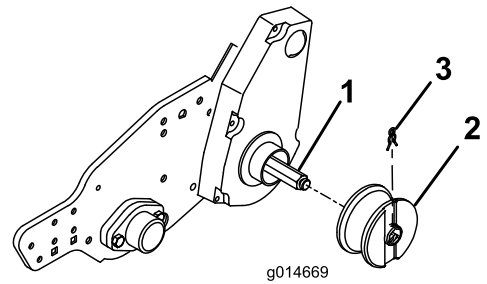

Figura 6
3. Coloque una rueda de raíl en cada eje y sujétela con un clip de rueda (Figura 6).